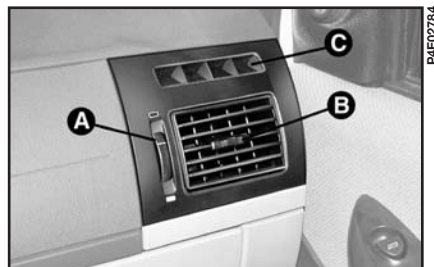

рис. 44
**С.** Неподвижный диффузор подачи воздуха к боковым стеклам (рис. 44).